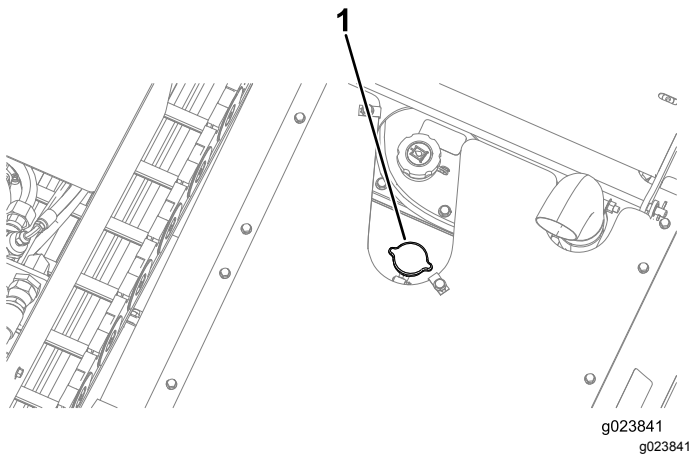

Figura 115
3. Retire el tapón del radiador (Figura 115).
5. Instale el tapón de llenado del radiador, asegurándose de que quede bien cerrado (Figura 115).